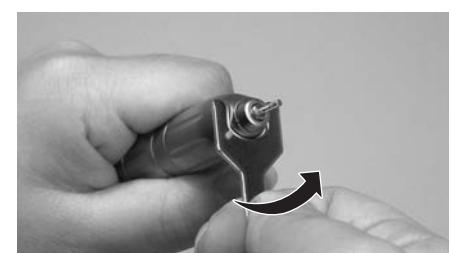

Fig.10
1) Montez la clé de cartouche fournie avec la pièce à main sur le plat du nez de la pièce à main. Tournez la clé de cartouche comme l'indique la Fig.10. Une fois qu'elle est desserrée, tournez le nez avec vos doigts et enlevez-le de la pièce à main.